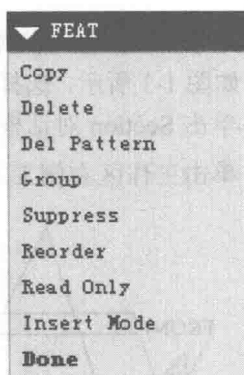

图 1-8
- (1) 单击菜单 Edit→Feature Operations 命令, 打开如图 1-8 所示的 FEAT 菜单。
- (2) 依次单击 Copy→Mirror→Select→Dependent→Done 命令。